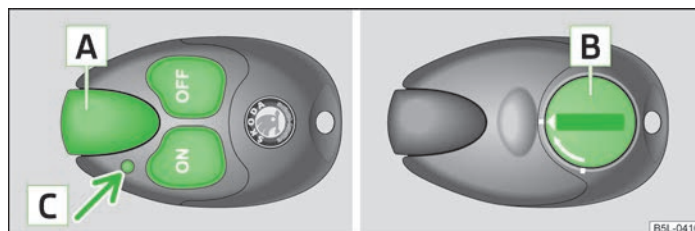

Fig. 92 Încălzirea suplimentară: Telecomanda
- Pentru activare, apăsați tasta **ON** » fig. 92.
Raza de acțiune eficientă este de până la 600 m dacă bateriile sunt încărcate. Pentru pornirea sau oprirea încălzirii suplimentare, mențineți telecomanda vertical, cu antena **A** » fig. 92 orientată în sus. Nu este voie să se acopere antena cu degetele sau cu palma. Obstacolele dintre telecomandă și autovehicul, condițiile meteorologice proaste și bateria descărcată pot diminua considerabil raza de acțiune.
După apăsarea unei taste, lampa de control **C** » fig. 92 din telecomandă indică dacă semnalul transmis de la telecomandă a fost recepționat de sistemul de încălzire suplimentară și dacă bateria telecomenzii este încărcată suficient.
Când lampa de control a telecomenzii indică o baterie slabă sau descărcată  » fig. 92 la pagina 89, aceasta trebuie înlocuită. Bateria este amplasată pe spatele telecomenzii, sub un capac  » fig. 92 la pagina 89.